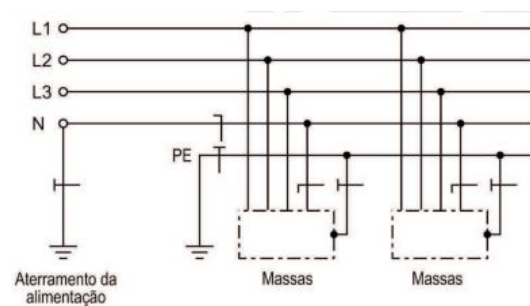

Figura 2: Esquema de aterramento TT
A NBR5410 no item 4.2.2.2.2 no mostra o aterramento do tipo TT. Neste tipo de aterramento o condutor neutro, está aterrado em um ponto distinto das massas. Observe na Figura 2 que existem dois pontos de aterramento distintos, onde um será para o condutor neutro e o outro será apenas para o condutor de proteção onde fica conectado todas as massas, e todas partes metálicas estranhas a instalação elétrica.